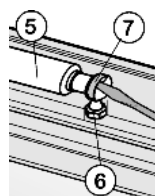

Fig. 31
- ▶ Retirer l'amortisseur Fig. 31 (5) du tourillon Fig. 31 (6). Pour desserrer le crapaud élastique Fig. 31 (7) soulever le ressort prudemment avec un tournevis.
- ▶ Raccrocher l'amortisseur de fermeture Fig. 31 (5) dans le sens inverse des opérations.